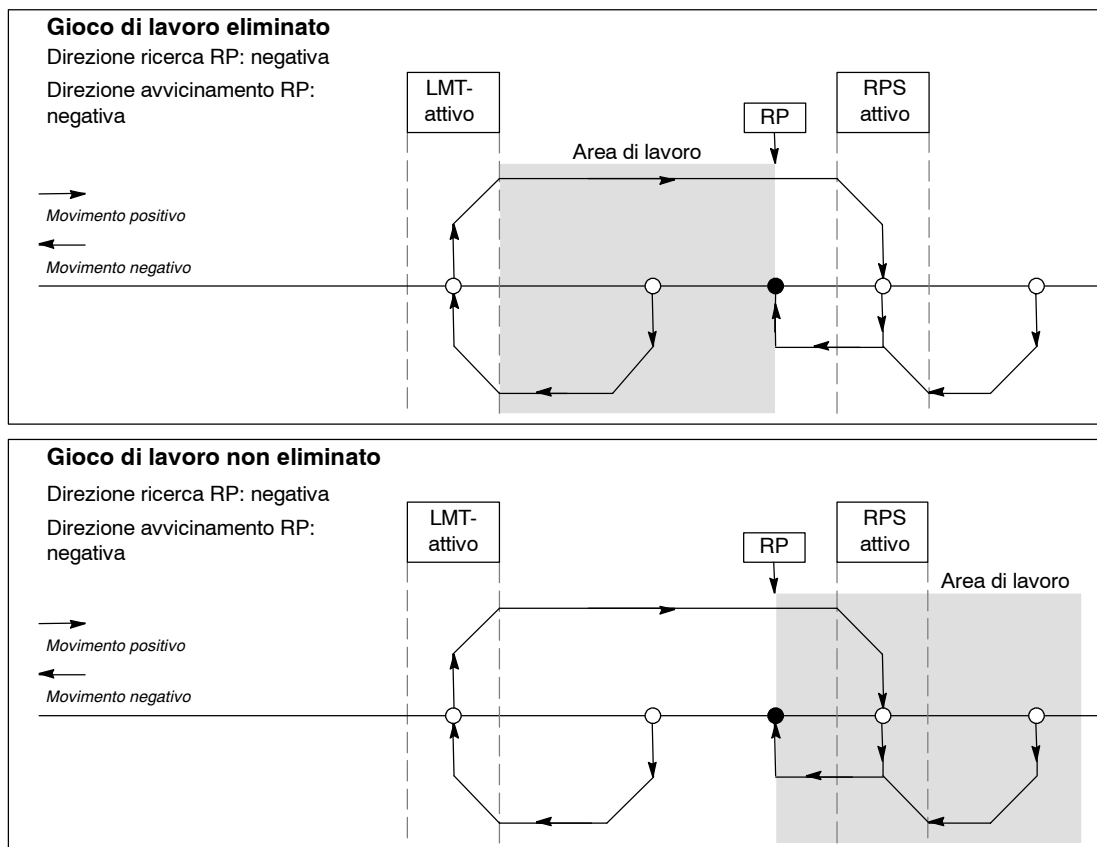

Figura 9-25 Posizionamento dell'area di lavoro con e senza gioco di lavoro
La figura 9-25 mostra l'area di lavoro in rapporto al punto di riferimento (RP), all'area attiva dell'RPS e ai fine corsa (LMT+ e LMT-) per una direzione di avvicinamento che elimini il gioco di lavoro. La seconda parte dell'illustrazione mostra l'area di lavoro posizionata in modo da non eliminare il gioco di lavoro. La figura 9-25 illustra il modo di ricerca dell'RP 3. Un simile posizionamento dell'area di lavoro è possibile, nonostante sia sconsigliato, per tutte le sequenze e i modi di ricerca dell'RP.